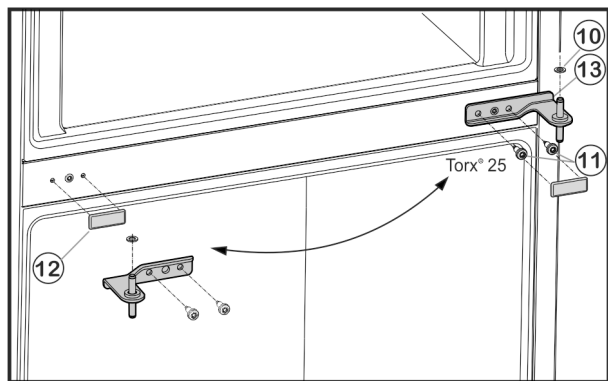

Fig. 6
- Развийте закрепващите винтове Fig. 6 (11) (2 x Torx® 25) и извадете средната лагерна опора от долната врата.
- Свалете пластмасовия диск Fig. 6 (10).
- Изтеглете внимателно капака Fig. 6 (12).
- Поставете капака Fig. 6 (12) отново на срещуположната страна.
- Поставете средната лагерна опора Fig. 6 (13), завъртяна на 180° в долната врата и я завийте със закрепващите винтове Fig. 6 (11) (2 x Torx® 25) върху новата шарнирна страна (с 4 Nm).
- Поставете отново пластмасовия диск Fig. 6 (10).
- Поставете горната врата върху лагерната опора в средата Fig. 6 (13).